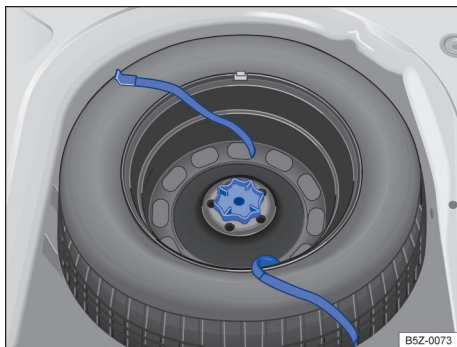

Fig. 157 No compartimento de bagagem: manípulo para fixação da roda de emergência.
- Girar totalmente o manípulo localizado no meio da roda de emergência → Fig. 157, no sentido anti-horário, e remover a roda de emergência.